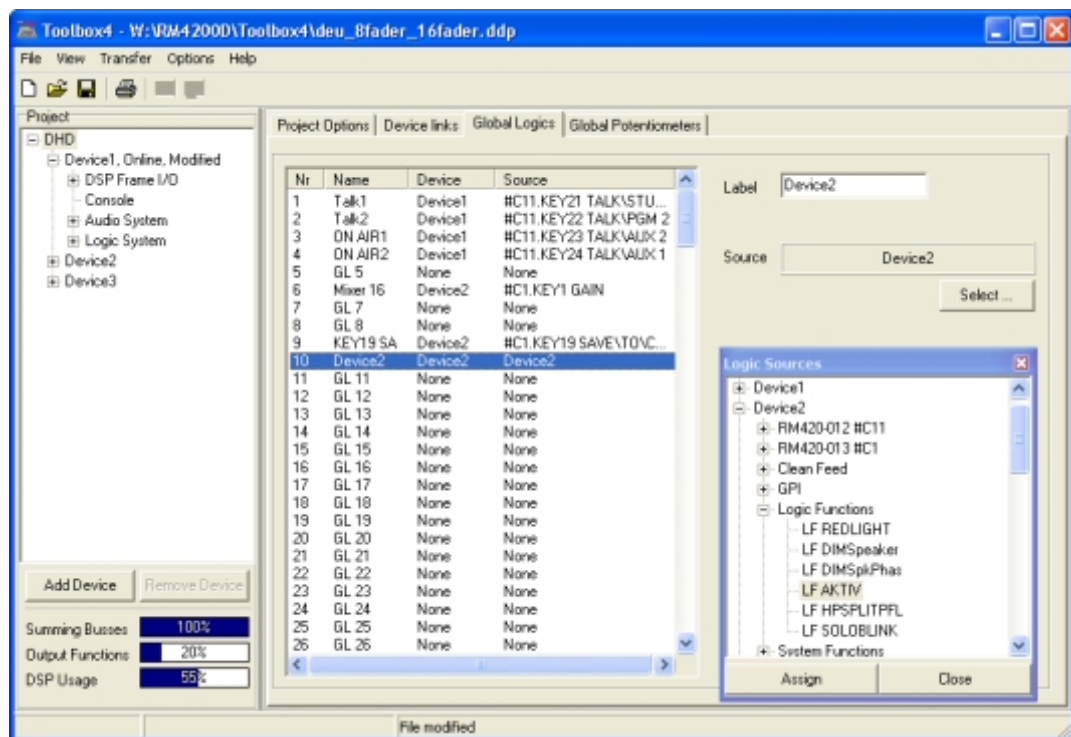

Abbildung 3–27: Global Logics, Konfiguration der Globalen Logikfunktionen.
2. Sie sehen eine Liste mit allen 200 verfügbaren Globalen Logikfunktionen. Wählen Sie die gewünschte Funktion aus und drücken Sie dann den Button Select. Alternativ können Sie auch die Funktion doppelklicken. In jedem Fall öffnet sich dann das Fenster Logic Sources. (Siehe Abbildung 3–27.)